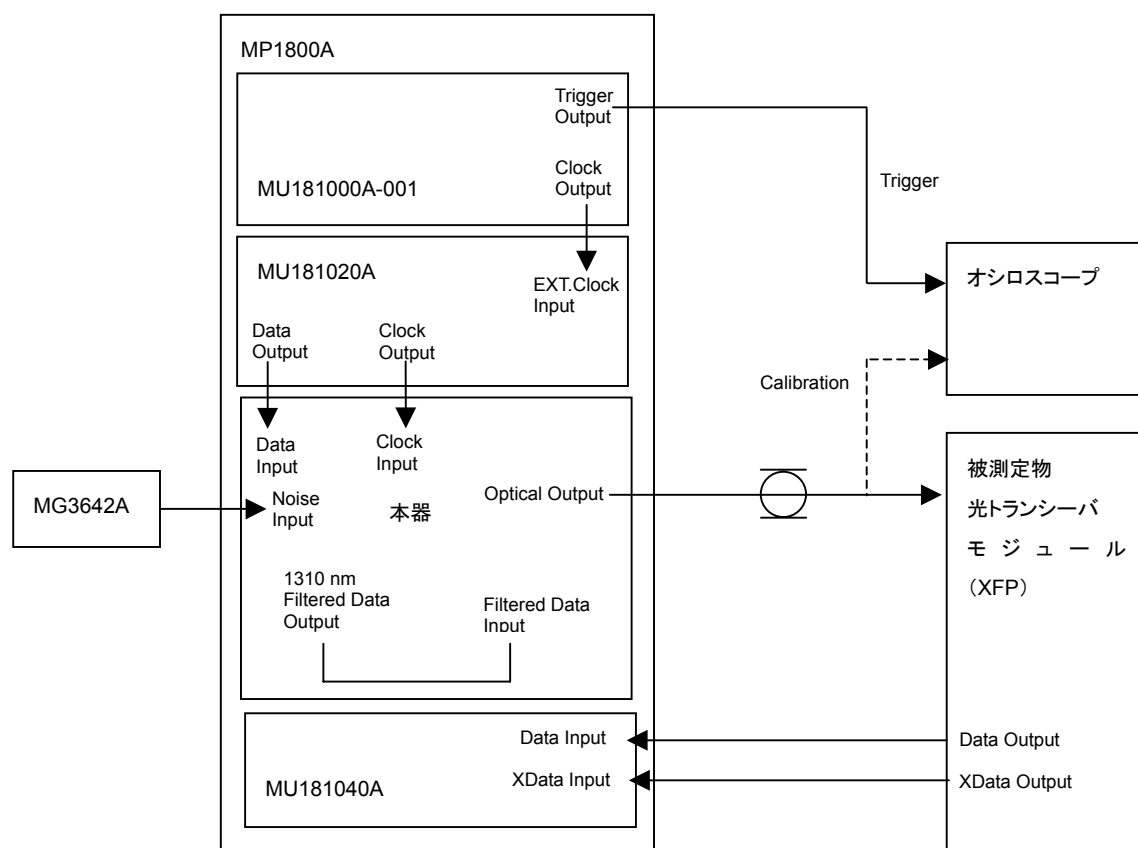

図 5.1.1-1 接続図
3. MP1800A の電源を ON にし、図 5.1.1-1 接続図に従い接続します。
6. 図 5.1.1-1 のように被測定物の Optical Input コネクタと本器の Optical Output コネクタを接続し、被測定物の O/E 出力を MU181040A の Data Input コネクタ, XData Input コネクタに接続します。